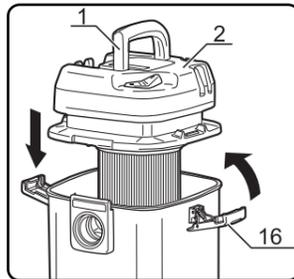

fig.5
- 뚜껑(2)을 케이스(18)에 장착하십시오. (fig.5, 7)